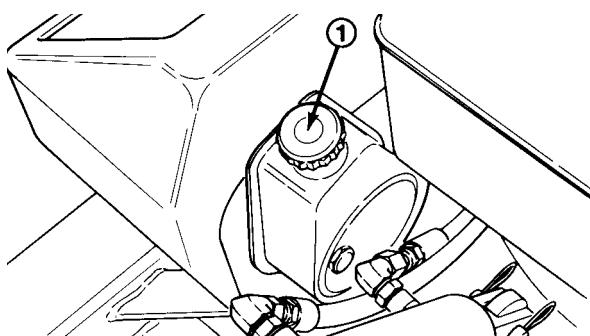

Figure 25
2. Placer un bac de vidange sous le châssis au-dessous de l'ensemble pompe (Fig. 25).